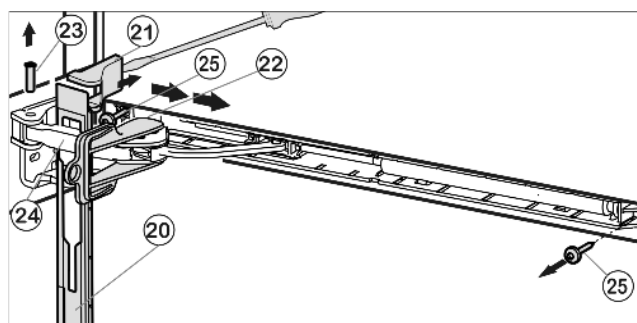

Fig. 10
- ▶ Pousser le panneau par-dessus l'étrier de l'amortisseur Fig. 10 (24) vers l'avant en direction de l'appareil.
- ▶ Encliqueter le dispositif d'arrêt Fig. 10 (22) dans le trou longitudinal.
- ▶ Soulever le cache Fig. 10 (21) par le côté extérieur à l'aide du tournevis et l'enlever vers l'extérieur.
- ▶ Chasser le pivot Fig. 10 (23) par le bas.
- ▶ Pousser l'étrier de l'amortisseur Fig. 10 (24) en direction de la porte.
- ▶ Ôter le panneau Fig. 10 (20).
- ▶ Dévisser l'ensemble de l'unité d'amortisseur de fermeture (2 Torx® 15) Fig. 10 (25).